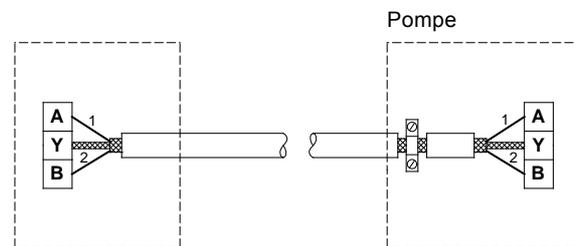

Fig. 18 Connexion avec câble blindé 2 conducteurs
- Si un câble blindé 2 conducteurs est utilisé dans l'installation existante, celui-ci doit être connecté comme montré dans la fig. 18.